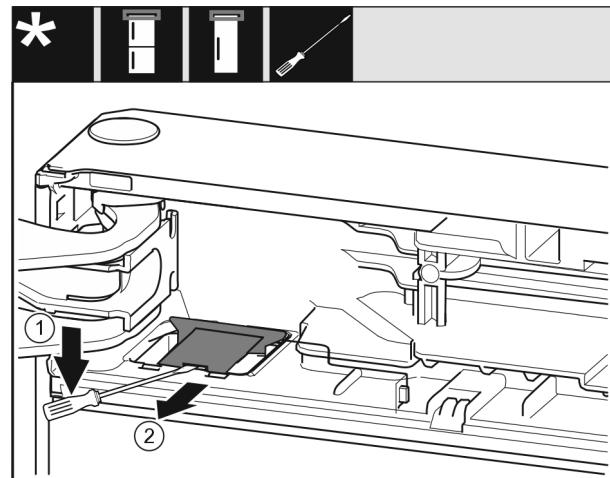

Fig. 7
- Με ίσιο κατσαβίδι ξεκουμπώστε το κάλυμμα και αναμοχλεύστε το. Fig. 7 (1)
- Αφαιρέστε το κάλυμμα. Fig. 7 (2)